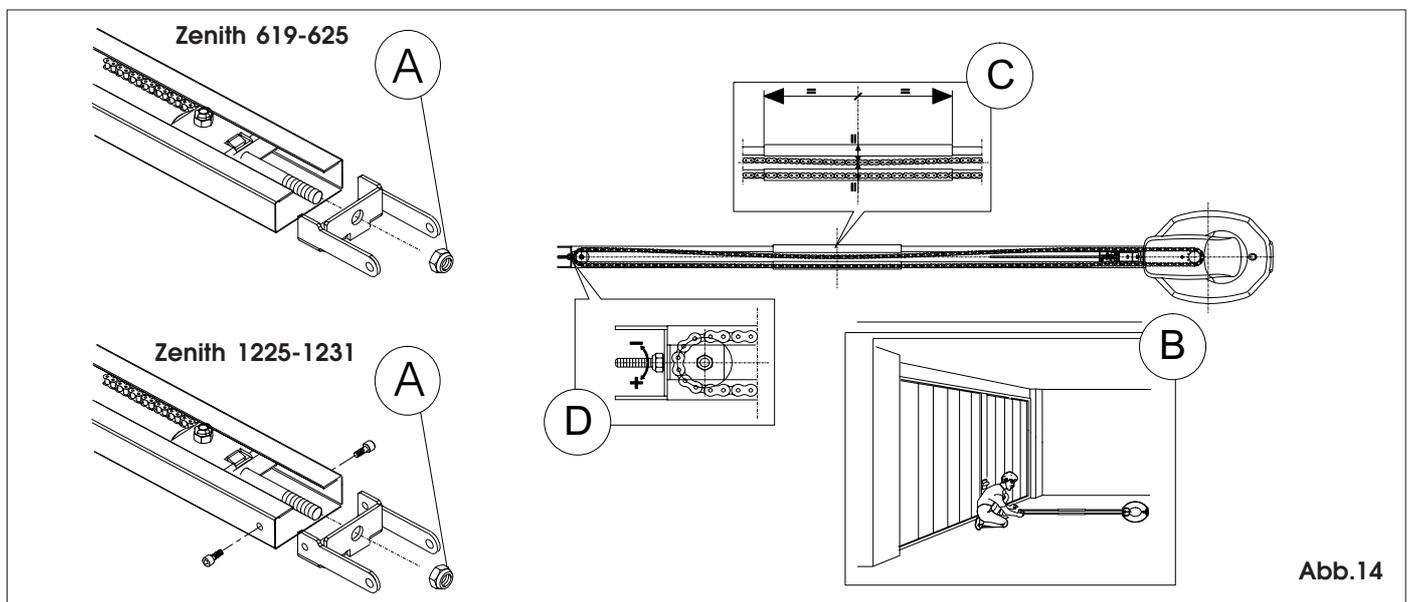

Abb.14
6.10 Den Flansch in die Gleitführung einfügen und mit den zwei mitgelieferten M5-Innensechskantschrauben (Abb.14) befestigen und die Kette über die Mutter (Abb.14, Bez. A) spannen.
6.11 Den Antrieb vertikal zum Fußboden auf dem Boden positionieren (Abb.14 Bez. B).
6.12 Die Spannung der Kette überprüfen und sicherstellen, daß die Abstände zwischen der unteren und der oberen Kette sowie der oberen Kette und der Verbindung der oberen Schiene gleiche Werte aufweisen, wie in Abb. 14 Bez. C gezeigt.
6.13 Die Spannung der Kette, soweit erforderlich, über die entsprechende Schraubenmutter regulieren, wie in Abb. 14 Bez. D abgebildet.